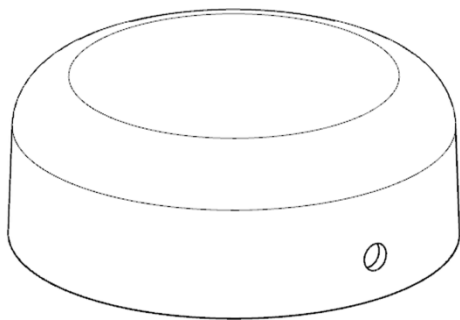

图 4-1 产品结构
(1) 启动 NX 10.0, 打开 gaimao.prt, 产品结构如图 4-1 所示。